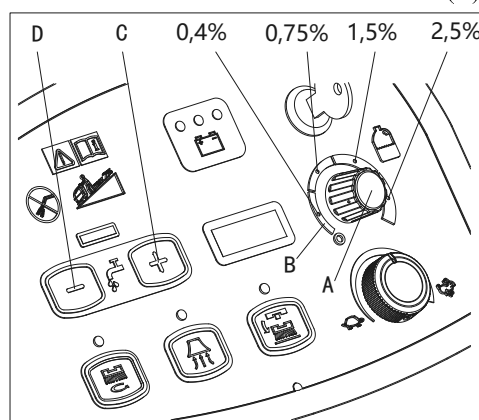

Figure 11
1. Tourner le bouton (A, Fig. 11) dans le sens horaire ou anti-horaire pour augmenter ou diminuer la concentration de détergent.
2. Les valeurs de concentration de détergent moyennes, correspondantes à 4 zones colorées de l'échelle (B), sont présentées dans la figure.
3. Pour régler la quantité de détergent sur zéro, tourner complètement le bouton (A) dans le sens antihoraire.